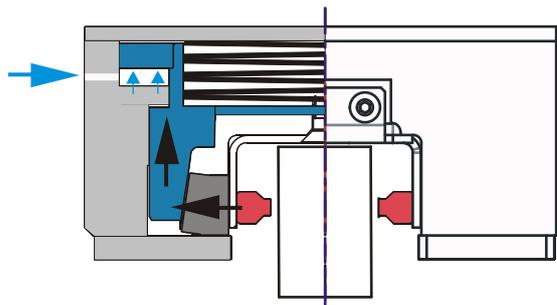

Abb. 1 Verschiebbare Profilschiene bei Druckbeaufschlagung
- Durch Belüften der **ROBA®-guidestop** mit dem erforderlichen Betriebsdruck wird das Klemmelement der Bremse gegen die Tellerfeder gedrückt. Die Profilschiene ist verschiebbar (Abb. 1).